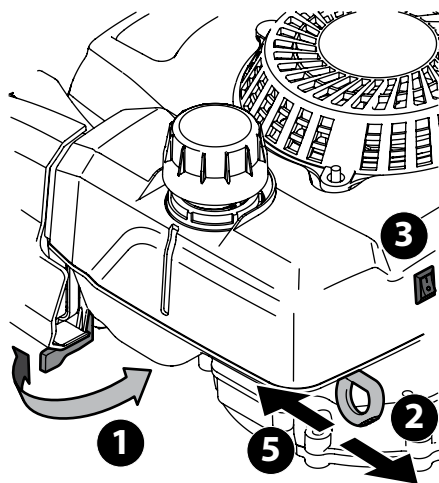

Figura 5-3
1. Si lo tiene, a su vez de la válvula de combustible ubicado en el motor. Vea la Figura 5-3